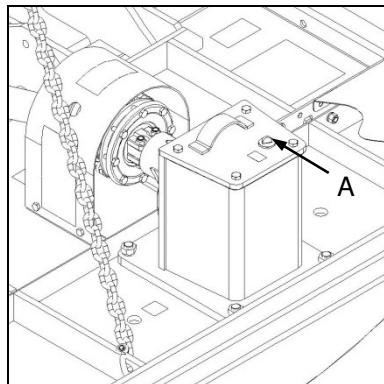

Fig. 4
- ✓ A dipstick (Fig. 4-A) is provided on the implement gearbox for this purpose. The oil level should fall within the area indicated on the dipstick.
- ✓ Die ratkas het 'n peilstok (Fig. 4-A) vir hierdie doel. Die olievlak moet binne die perke val wat op die peilstok aangedui word.